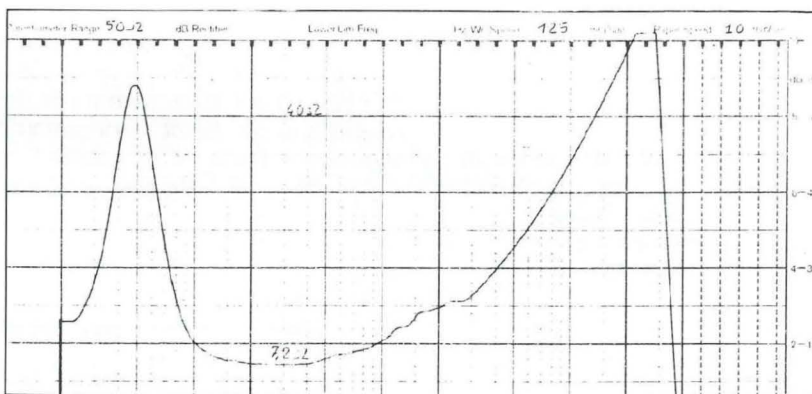

Fig. 3 : Courbe d'impédance donnée par de nombreux fabricants de haut-parleurs.
- Un banc de mesure utilisant un générateur à fréquences glissantes suivi d'un convertisseur tension/courant synchronisé avec une table traçante. Ce sont les courbes que l'on voit dans de nombreuses feuilles de caractéristiques fournies par les fabricants de haut-parleurs (voir. fig. 3).